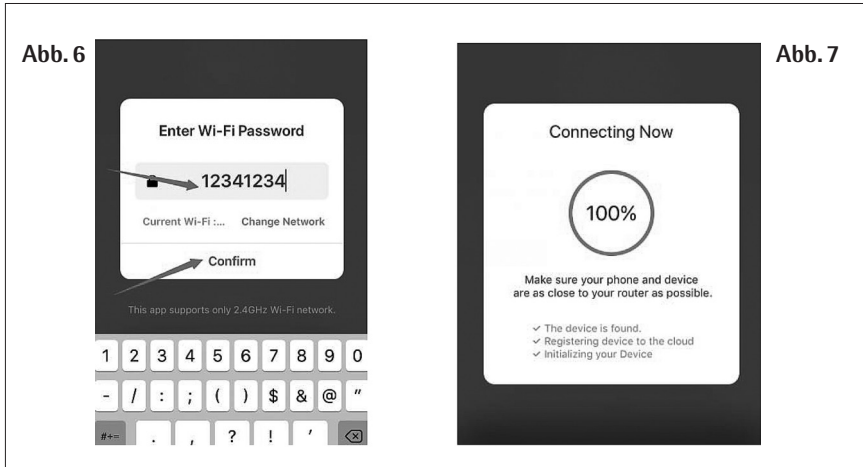

Abb. 1
4. Schalten Sie das Heizpanel ein und prüfen Sie, dass Sie in einer Umgebung mit WiFi-Verbindung sind. Die Anzeige-Leuchte im Gerätedisplay blinkt schnell. Sollte die Anzeige-Leuchte nicht schnell blinken, drücken Sie die Mode-Taste  für 5 Sekunden, ein Piepton ertönt, gehen Sie dann in die App und drücken Sie „add device“, wie in der **Abb. 1** zu sehen ist.